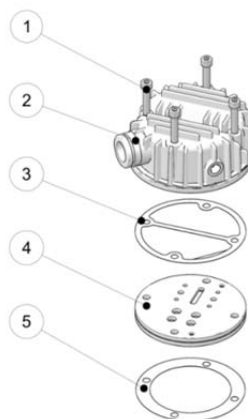

Рисунок 34 – Головка клапанов 1-й ступени
- открутить на головке 2 гайки трубки охлаждения 1-й ступени, чтобы отсоединить трубку охлаждения (рисунок 34);